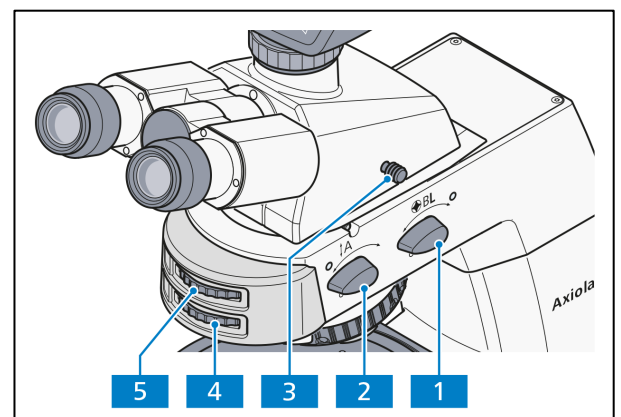

Abb. 4-11 Axiolab 5 für Durchlicht-Konoskopie
- Analysator mit Drehknopf **A** (Abb. 4-11/2) in Strahlengang (Position **on**) bringen.
- Mit Stellrad (Abb. 4-11/4) des Analysators kann die Schwingungsrichtung verändert werden.
- Bertrandlinse **BL** (Abb. 4-11/1) einschalten (Position **on**). Daraufhin erscheint das Achsenbild im Sehfeld.
- Mit Stellrad (Abb. 4-11/5) das Achsenbild fokussieren.
(4) Auswertung